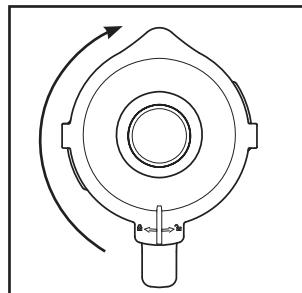

Fig. 2
- 4) Vuelva a presionar firmemente la tapa **②** sobre el vaso **③** en su posición desplazada. Para cerrar la tapa **②**, gírela en sentido horario hacia la posición hasta que encastre audiblemente (consulte la fig. 2). Asegúrese de que la boca del vaso **③** quede cerrada. Solo podrá activarse el motor si la tapa **②** está bien colocada.